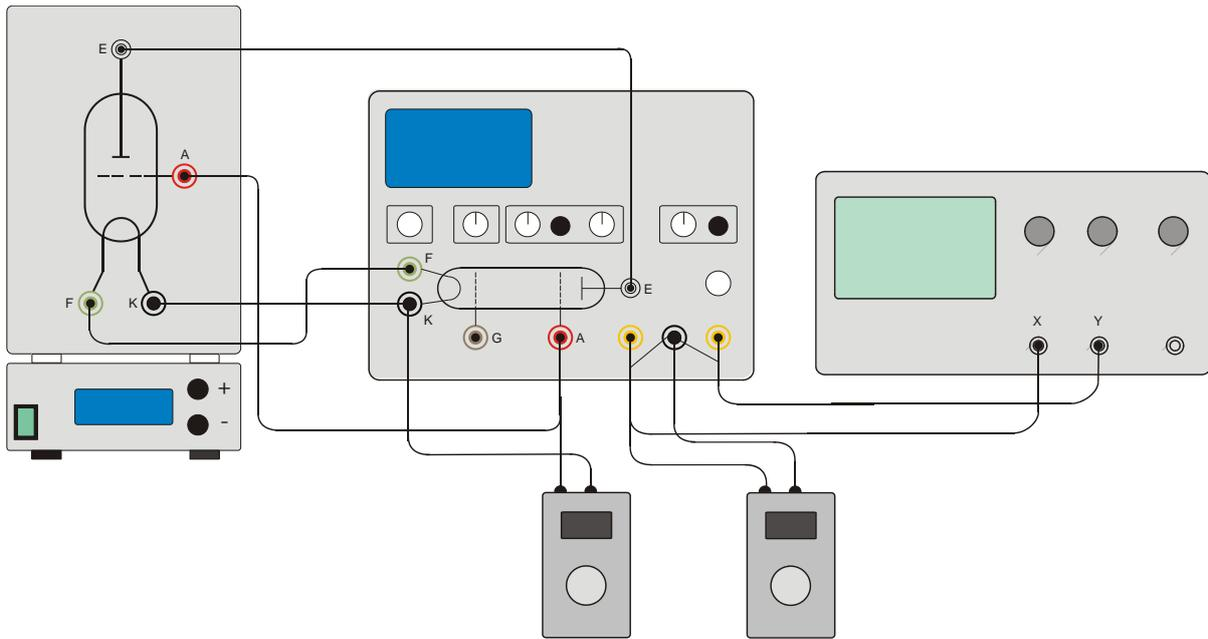

Fig. 3 Experimenteller Aufbau Franck-Hertz-Röhre mit 2 Digital-Voltmetern
- Digital-Voltmeter am Signalausgang ( $U_x$ ) und der Massebuchse anschließen (siehe Fig. 3).